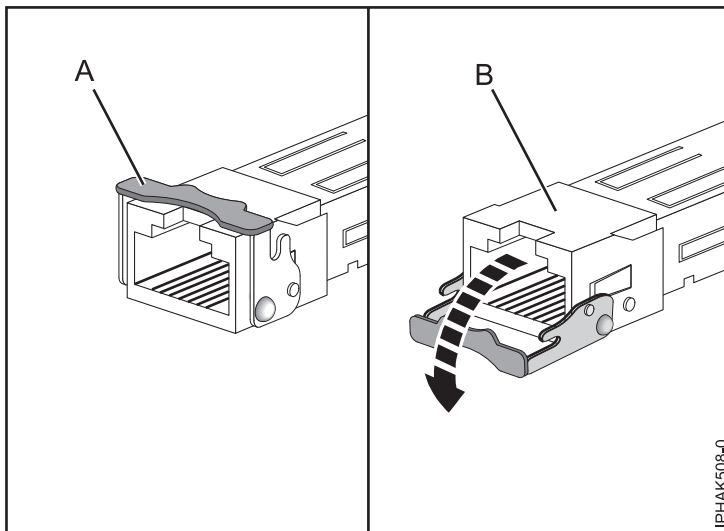

Figura 50. Extracción de los transceptores SFP de los adaptadores
- b. Abra el pestillo (A) girándolo hacia abajo y alejándolo de la tarjeta, como se muestra en la Figura 50.
- c. Deslice el transceptor (B) hasta sacarlo del hardware del adaptador.